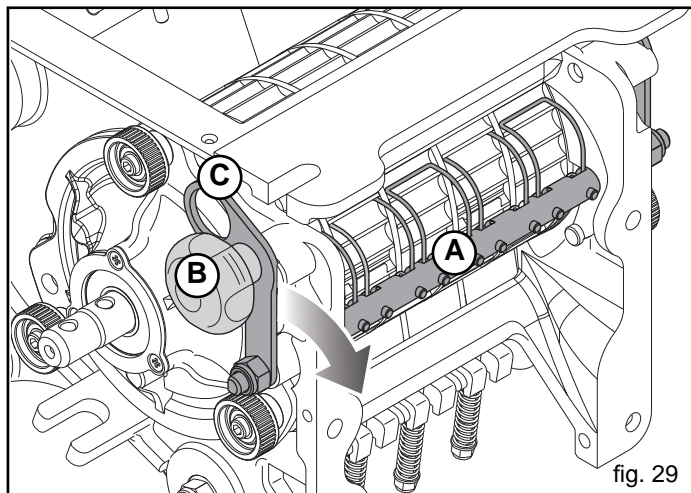

fig. 29
Gli elementi elastici pulenti (A, Fig. 29) vengono usati con il rullo dosatore di colore giallo (mod. F25-125) durante la distribuzione di semi oleosi.
... allentare il pomello (B, Fig. 29), estrarre le leve (C) dalla propria sede e spostarle nel senso della freccia.
- 1) Allentare e togliere il pomello (B, Fig. 29), e spostare la leva (C) nel senso della freccia.